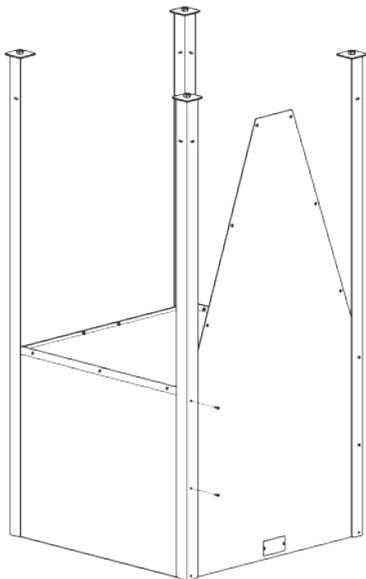

Рис. 6
5. Приставьте опору ПРАВУЮ и закрепите винтами (Рис. 6).